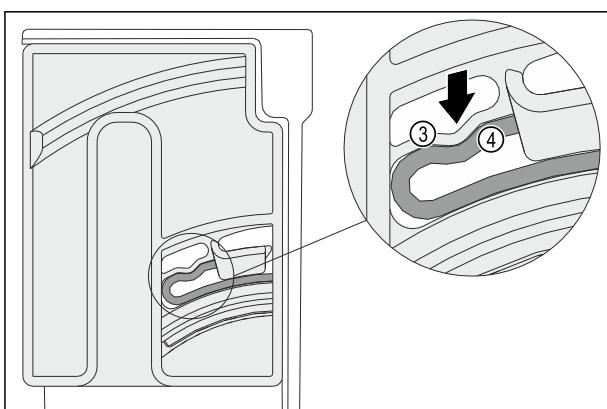

Fig. 101
- ▶ Еластичният елемент Fig. 101 (3) на завъртращото устройство се фиксира с щракване в кръглата форма на реброто Fig. 101 (4).